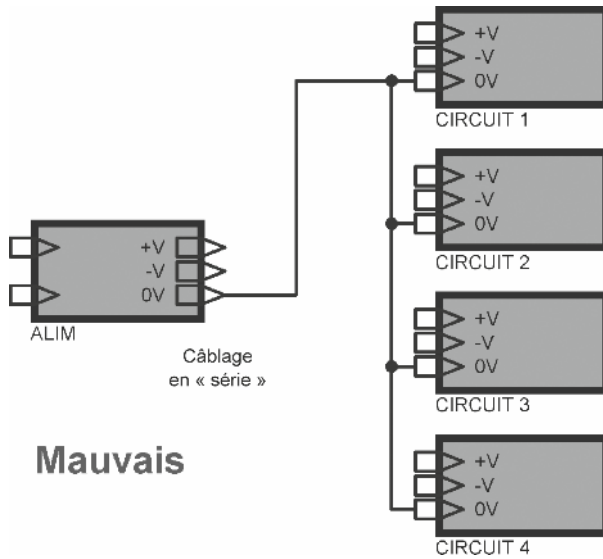

Figure 6.29
**Tentatoo** – Pourtant, il existe une multitude de « routages » possibles des fils qui amènent les alimentations continues aux différents circuits. Un câblage tel que celui présenté en **figure 6.29** est un exemple type de câblage qu'il faut totalement proscrire. Ce dernier occasionne en effet des variations de potentiel plus importantes entre les différentes masses, qui devraient en théorie être toutes au même niveau de tension, à savoir 0 V.